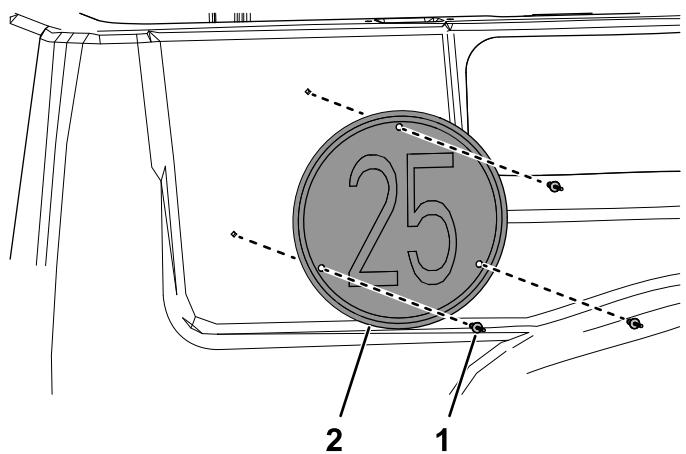

Figure 16
4. Fixez le panneau de vitesse au plateau de chargement à l'aide de 3 rivets aveugles (3/16" x 15/16"), comme montré à la Figure 16.